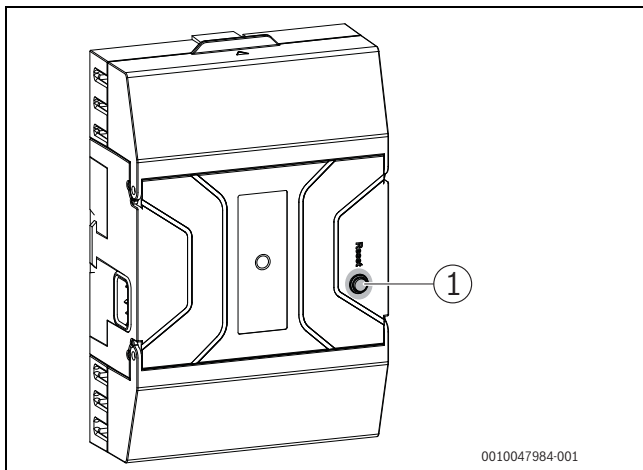

Bild 72 Störungen am Feuerungsautomat zurücksetzen
- Taste „Entstören“ am Feuerungsautomat drücken (→ Bild 72).